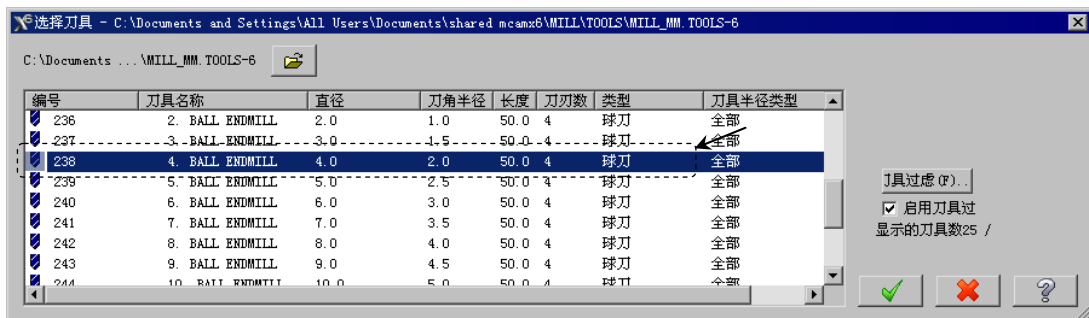

图 4.16 “选择刀具”对话框
(2) 选择刀具。在“曲面精加工残料清角”对话框中，单击 **选择刀库...** 按钮，系统弹出图 4.16 所示的“选择刀具”对话框，在该对话框中的列表框中选取图 4.16 所示的刀具。单击按钮，关闭“选择刀具”对话框，系统返回至“曲面精加工残料清角”对话框。